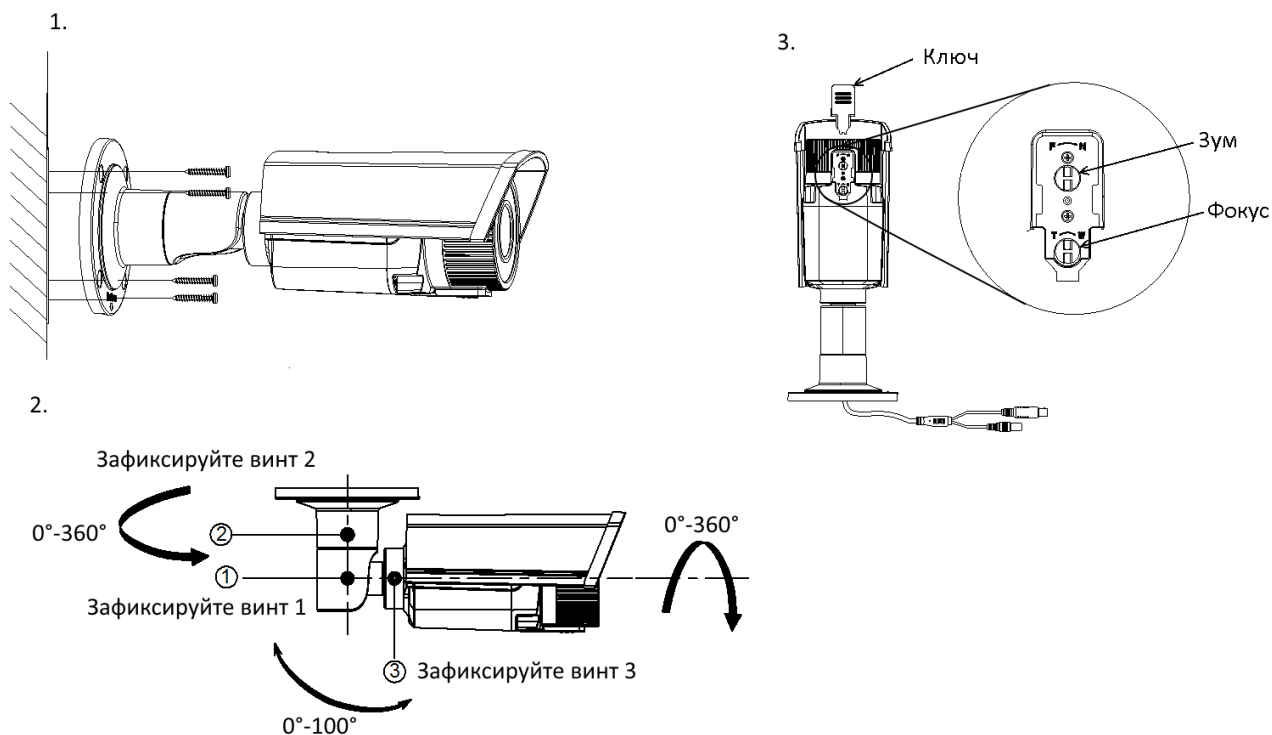

Рис. 2
Закрепите камеру на поверхности при помощи крепежа входящего в комплект поставки (1). Отрегулируйте положение камеры и затяните фиксирующие винты (2). Отрегулируйте угол обзора камеры при помощи винтов на нижней части камеры (3), в качестве инструмента используете ключ-заглушку (см. рис. 2):